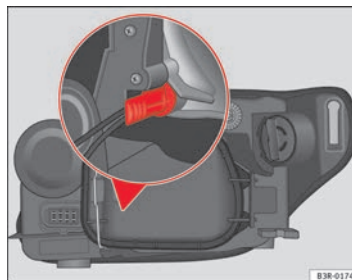

Abb. 199 Standlicht.
- Die Glühlampe am Sockel so einsetzen, dass der Halter des Lampenträgers zur Wand in senkrechter Stellung bleibt ⇒ Abb. 199, und Druck auf den Sockel ausüben. ▶